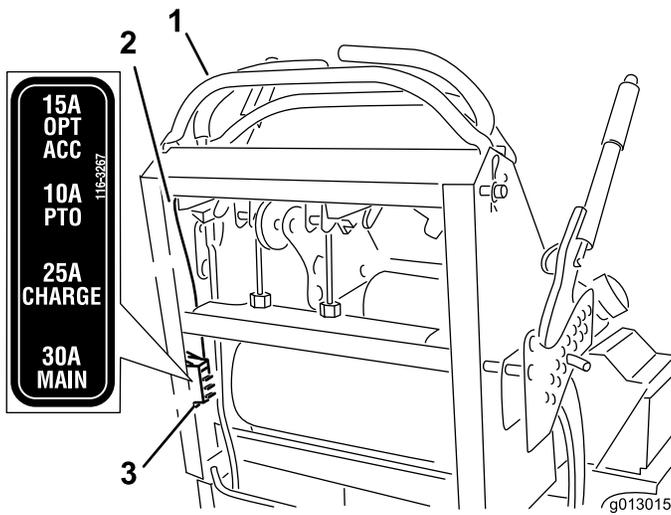

図 55
2. ヒューズを引き出して外し、あるいは交換する (図 55)。